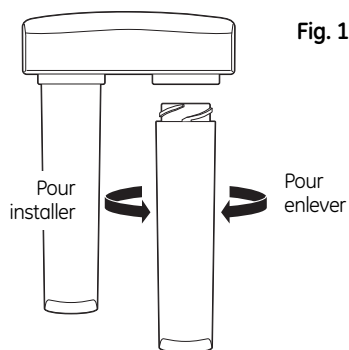

Fig. 11
1. Enlevez les cartouches de filtre du collecteur en faisant tourner les cartouches vers la gauche environ 1/3 de tour (Fig. 11). **NOTE** : Un peu d'eau peut sortir du tuyau entre le filtre et le robinet. Vous pouvez utiliser une serviette pour l'éponger.